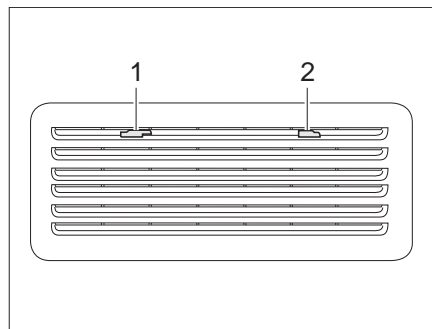

Fig. 232 Grille d'aération du réfrigérateur (Thetford)
- Pousser le dispositif de blocage (Fig. 232,1) vers le milieu.